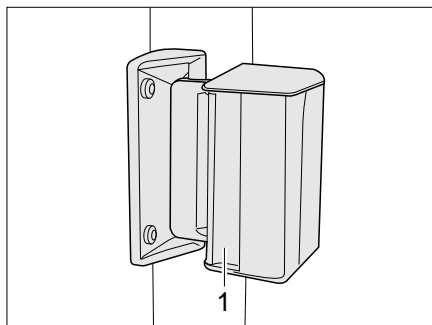

Bild 64 Schiebefenster
- Griff (Bild 64,1) drücken und gleichzeitig nach vorn oder hinten schieben oder ziehen.